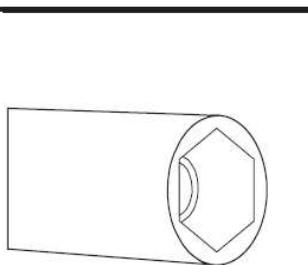

Рис. 1
3. Для замены жиклеров используйте ключ-шестигранник (Рис. 1).